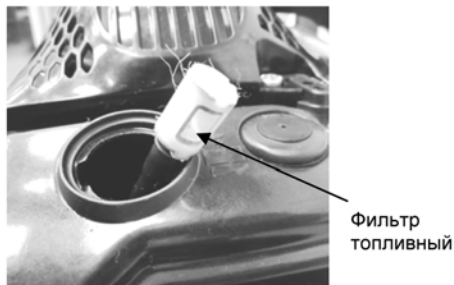

Рис. 19
3. Согните кусок мягкого провода в виде небольшого крючка. Зацепите крючком топливный шланг с фильтром и вытяните через заливную горловину топливный фильтр (рис. 19).